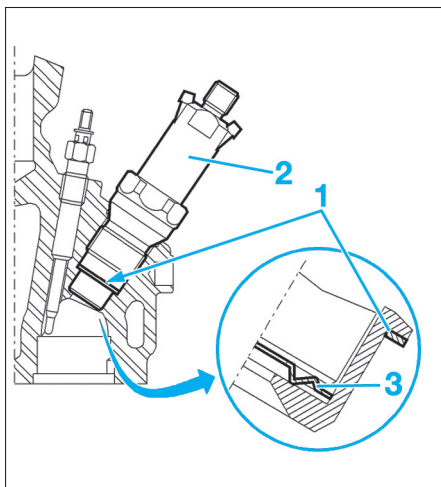

FIG. 30
- les porte-injecteurs (2) À l'aide de l'outil [1] (Fig.30),
- Les rondelles d'étanchéité (1)